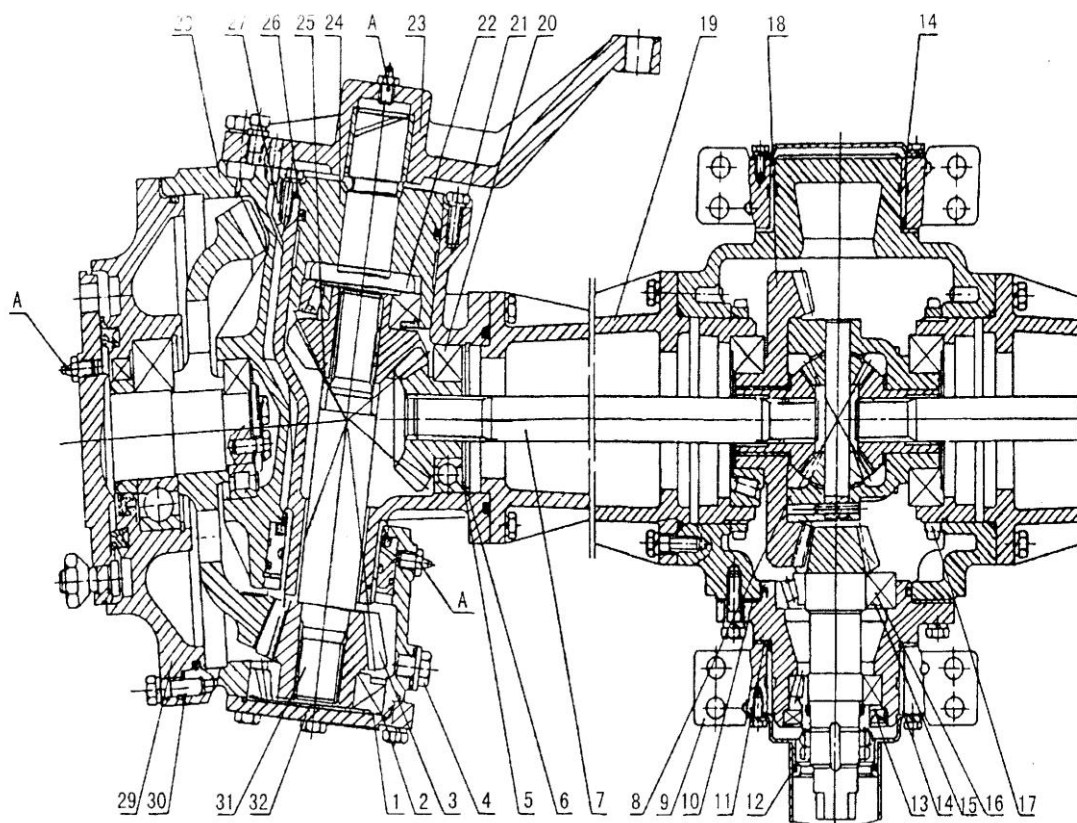
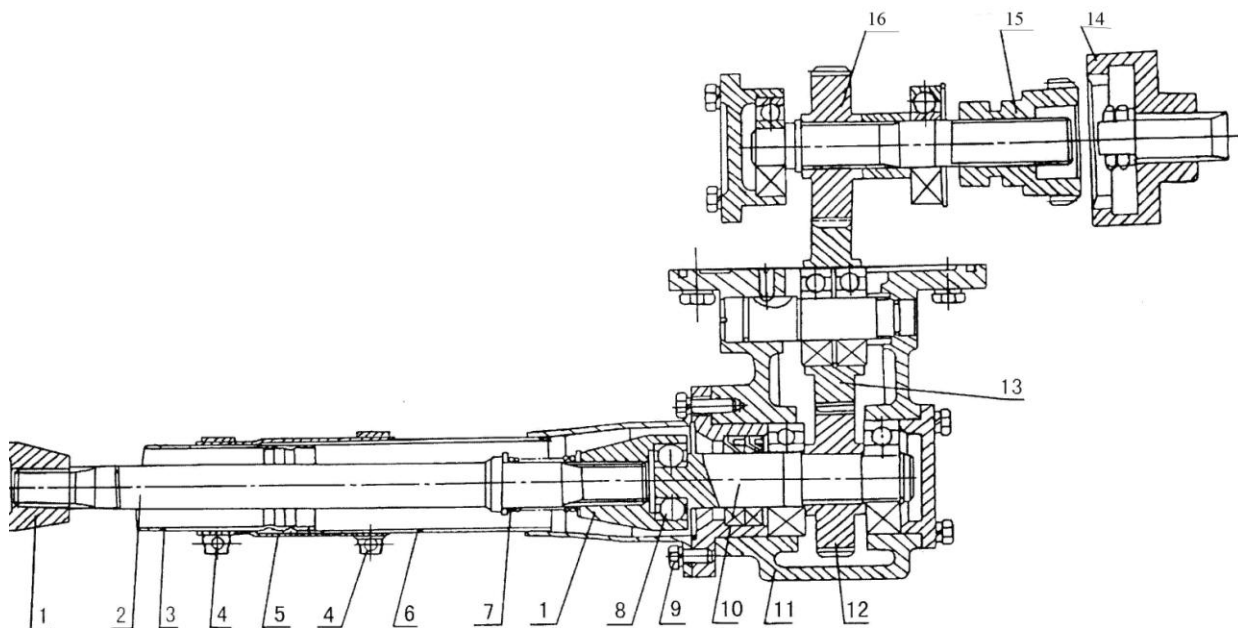

Рис. 5.9 Передняя центральная и конечная передачи.
Рис. 5.10. Передаточная коробка и узел муфты
В том случае, когда 4-колесный трактор движется по шоссе, усилие с переднего моста необходимо снять, чтобы уменьшить износ шин. Если трактор применяется для долгосрочных перевозок, а не для полевых работ, полуось (7) необходимо демонтировать (см. Рис. 5.9.), чтобы снизить сопротивление приводной системы. Когда трактор передвигается по вязкой, мокрой или песчаной дороге, или же когда он работает на наполовину высохших рисовых полях, его задние колеса легко проскальзывают – в этом случае необходимо передать усилие на передний мост для увеличения тягового усилия.
Крутящий момент передается на передние колеса посредством описанных ниже механизмов, то есть, через раздаточную коробку на роликовый подшипник узла соединительной муфты (Рис. 5.10), чтобы быть переданным на центральную передачу (Рис. 5.9.), где разделяется на две части и передается через полуоси на передние колеса.
Раздаточная коробка трактора крепится под левой частью картера КПП; конструкция представлено на Рис.5.10. Поднимите рычаг 1 на Рис. 5.7, после чего внутренняя зубчатая муфта 14 на Рис. 5.10. войдет в сцепление с зубчатой муфтой 15 для передачи крутящего момента от двух валов раздаточной коробки на приемную шестерню 16 раздаточной коробки, затем на шестерню 12 и вал 10 раздаточной коробки, через среднюю шестерню раздаточной коробки, после чего крутящий момент передается на передний мост через вал муфты и другие детали с целью вращения передних приводных колес.